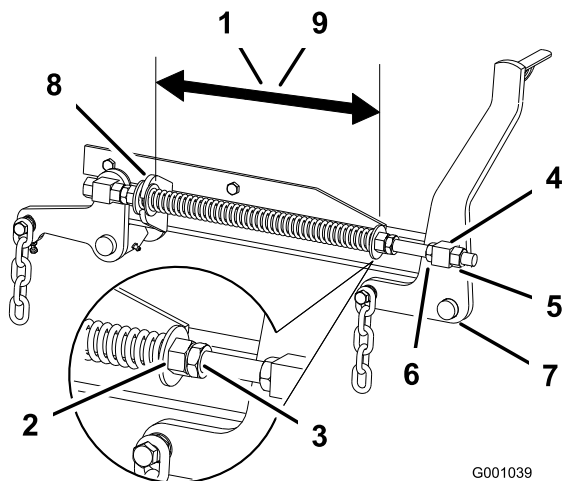

Figura 76
2. Compruebe la distancia entre las dos arandelas grandes, que debe ser de 28,2 cm para plataformas de cortacésped de 132 cm, o 26,7 cm para plataformas de cortacésped de 152 cm (Figura 76).
muelle (Figura 76). Gire la tuerca en el sentido de las agujas del reloj para acortar el muelle y en el sentido contrario a las agujas del reloj para alargar el muelle.
4. Fije la tuerca en la posición deseada apretando la contratuerca elástica (Figura 76).